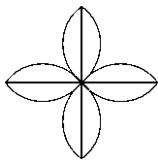

图 1-136 习题 5
5. 绘制两条长度为 80 mm 的垂直平分线，再在此基础上绘制如图 1-136 所示的多段线，其中弧的半径为 25。完成后的图形如图 1-136 所示。